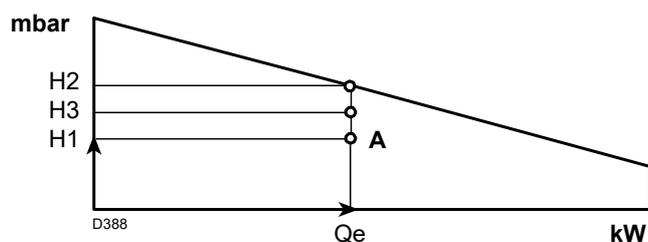

Fig. 3
- 4 Tracer une verticale à partir du point A (Fig. 3), et trouver la pression maximale H2 de la plage de puissance.
Si H3 est supérieure à H1 (Fig. 3), le brûleur peut fournir le débit demandé.